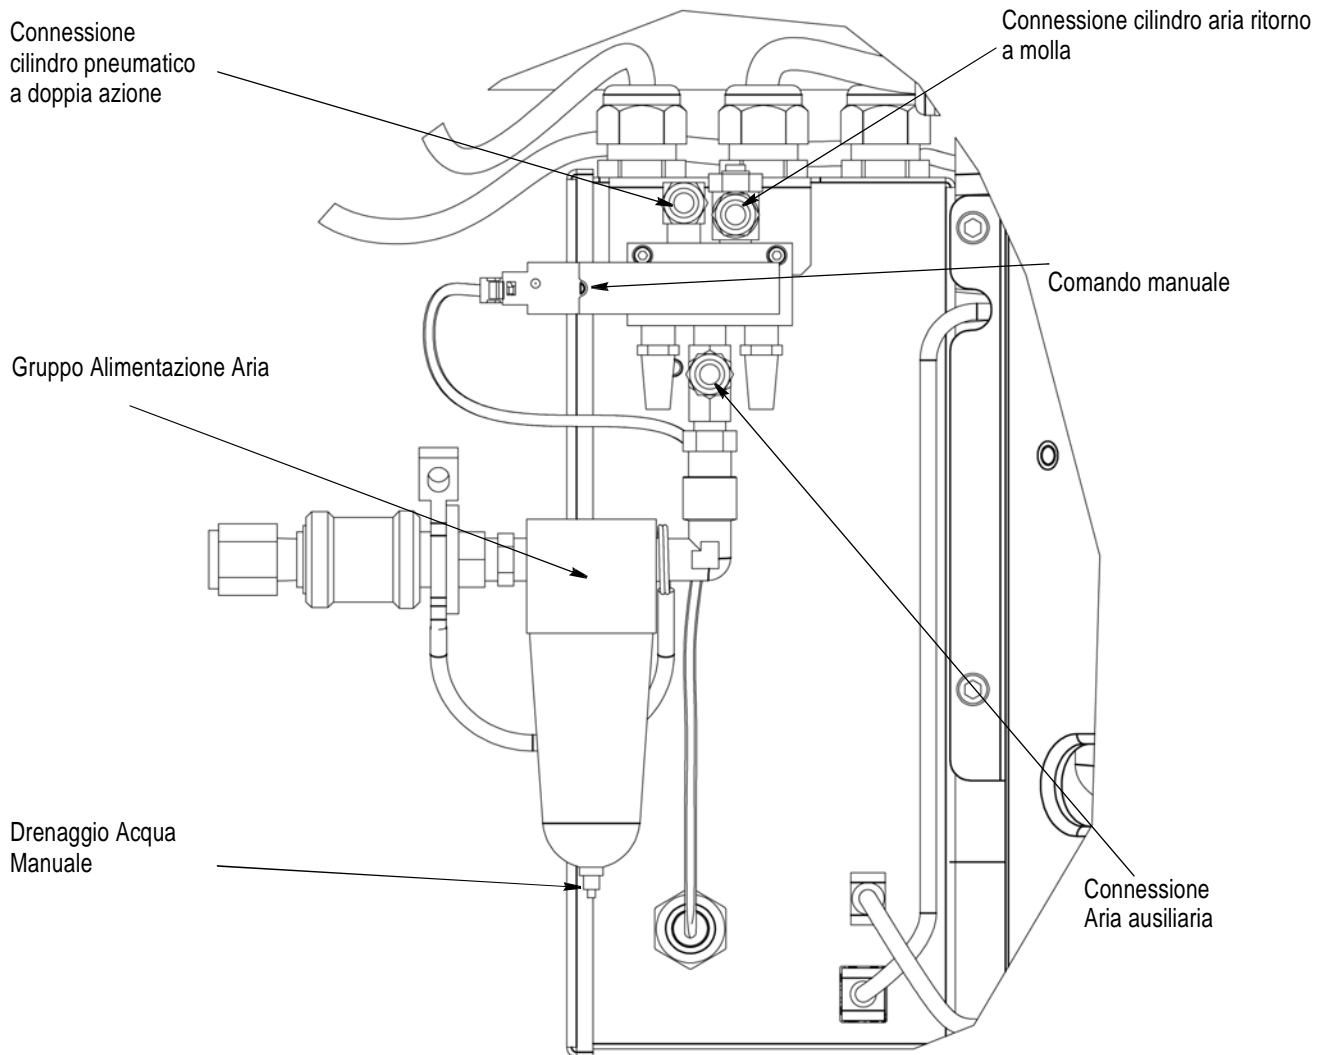

Figura 15
Seguire il passo 2 “Procedura per l'installazione cliente” sul documento 2161209 Kit Alimentazione Aria incluso con il Gruppo Alimentazione Aria 2161209-1 (figura 15).
15. Per togliere l'aria muovere l'azionatore in direzione opposta e bloccare la posizione con il dispositivo di sicurezza come in figura 15. Assicurare il dispositivo di sicurezza con un lucchetto (non incluso nel gruppo).